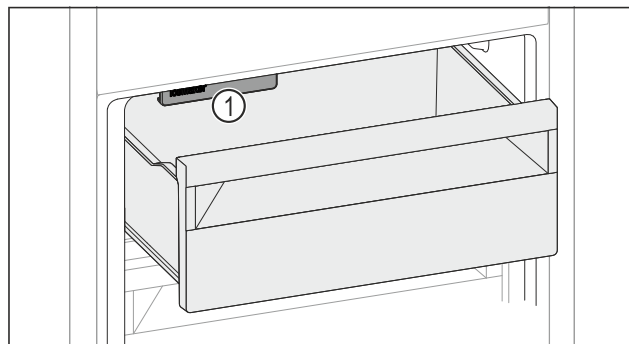

Fig. 176
- ▶ IceMaker Fig. 176 (1) berücksichtigen.